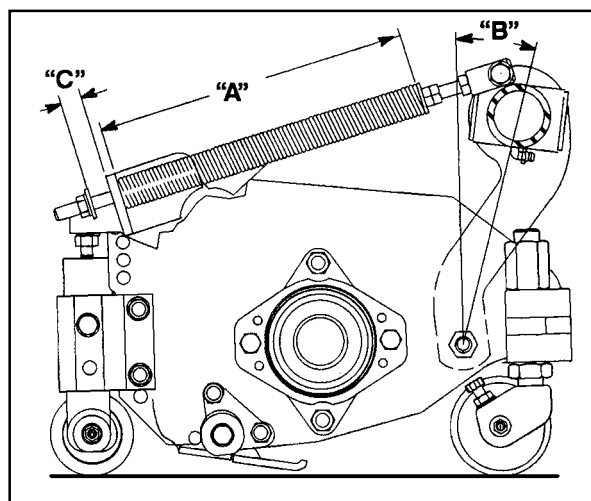

Figure 5
Le ressort de compensation (Fig. 5) qui relie le châssis porteur à l'unité de coupe commande le degré de rotation avant-arrière dont on dispose et la garde au sol pour le transport et les demi-tours.
1. Serrez le contre-écrou à l'arrière de la tige à ressort jusqu'à ce que l'espace (C) entre l'arrière du support du ressort et l'avant de la rondelle soit égal à 13 mm (Fig. 5).
2. Serrez les écrous hexagonaux à l'extrémité avant de la tige à ressort jusqu'à ce que la longueur comprimée (A) du ressort soit égale à 203 mm (Fig. 5).
**NOTE :** si la pelouse n'est pas lisse ou plane, augmentez la longueur comprimée (A) du ressort à 216 mm et l'espace (C) entre l'arrière du support du ressort et l'avant de la rondelle à 32 mm (Fig. 5).
**NOTE :** lorsque la longueur du ressort comprimé (A) DIMINUE, le poids transféré du rouleau avant au rouleau arrière AUGMENTE et l'angle de rotation du châssis porteur/unité de coupe (B) DIMINUE.
**NOTE :** lorsque l'espace (C) entre le support du ressort et la rondelle AUGMENTE, la garde au sol de l'unité de coupe DIMINUE et l'angle de rotation du châssis porteur/unité de coupe (B) AUGMENTE.